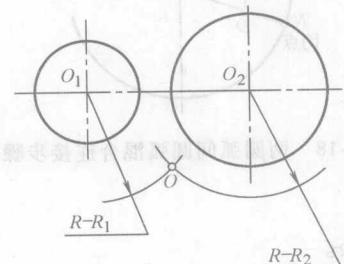

图 1-13 两圆弧间圆弧内接步骤二
- 2) 分别以  $(R - R_1)$  和  $(R - R_2)$  为半径,  $O_1$  和  $O_2$  为圆心, 画圆弧相交于  $O$  点, 如图 1-13 所示。